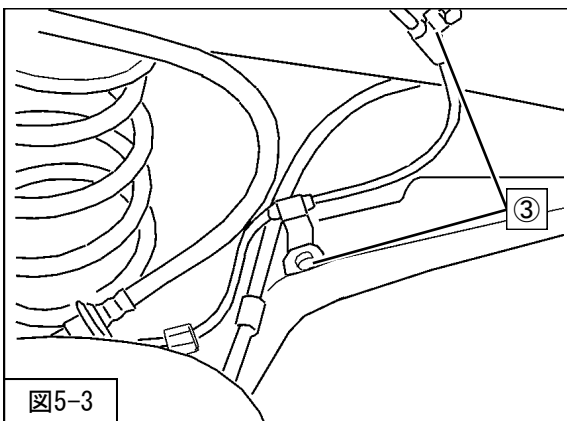

図5-3
- 3. ③スピードセンサハーネス取付ボルト（締付トルク：5N・m）を取付けてください。（図5-3）